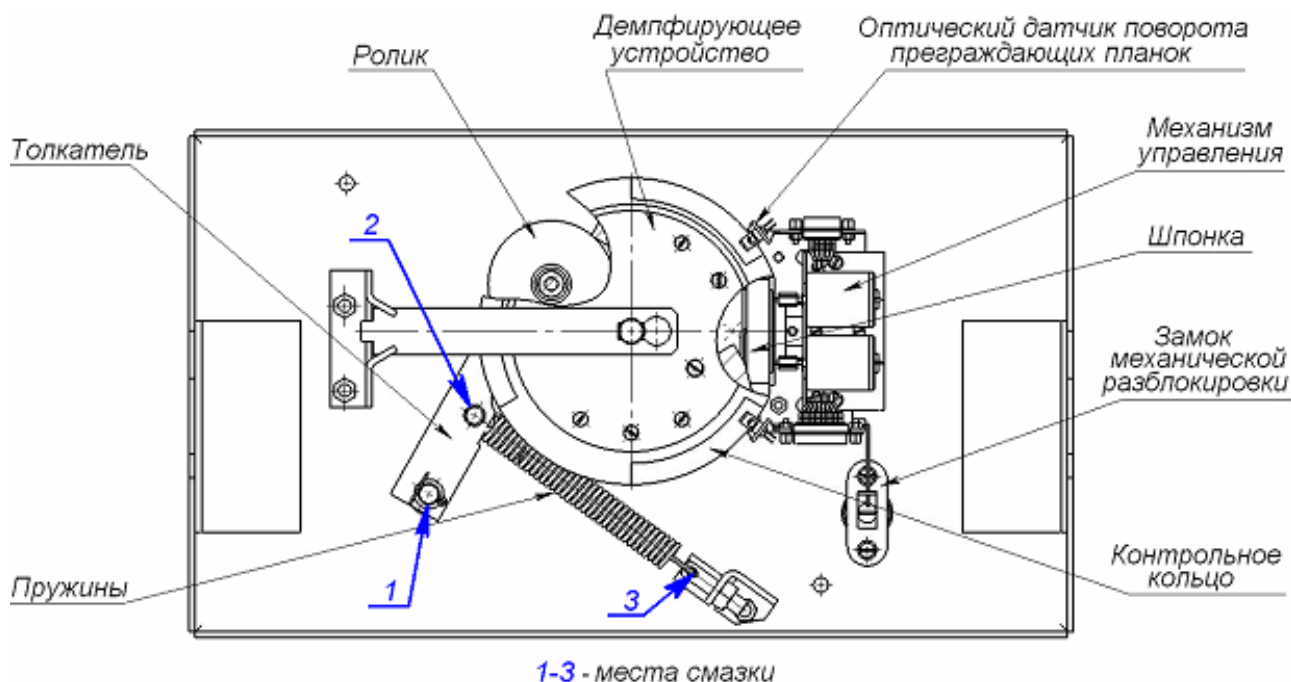

Рисунок 15 Расположение внутренних деталей и узлов механизма турникета
2. Снимите крышку (3) в порядке, указанном в разд. 6 «Маркировка и упаковка», положите ее на ровную устойчивую поверхность;
3. Осмотрите устройство доворота (толкатель, пружины и ролик), оптические датчики поворота преграждающих планок и демпфирующее устройство (см. рис. 15).
5. Выполните смазку узлов трения механизма турникета смазкой ШРУС-4. Не допускайте попадания смазки на поверхность кольца контрольного и на ролик. Смазка производится в следующих точках (см. рис. 15):
- механизмы секретности замка механической разблокировки (7) и замка крышки (4) со стороны замочной скважины.
7. Проверьте крепление преграждающих планок (5), для этого:
- отверните отверткой винт М4×25 крепления крышки (6) и снимите крышку;
9. Установите на место крышку (3) (см. разд. 6); установка крышки не требует применения больших физических усилий, замок крышки запирается нажатием на механизм секретности без поворота ключа.